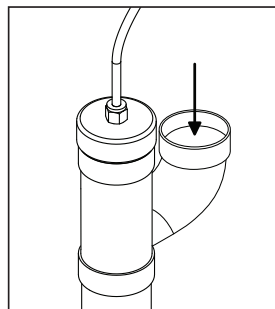

FIGURE 5
- Connecter le réseau de tuyauterie du bâtiment à la branche courbée du coude en Y de l'ensemble d'entrée d'air (figure 5). Notez que le coude en Y fourni n'est pas installé dans l'ensemble d'entrée d'air, pour que l'installateur ou vous puissiez l'orienter selon vos besoins. Fixer le dernier raccord du réseau de tuyauterie au coude et le coude en Y avec de la colle à PVC.